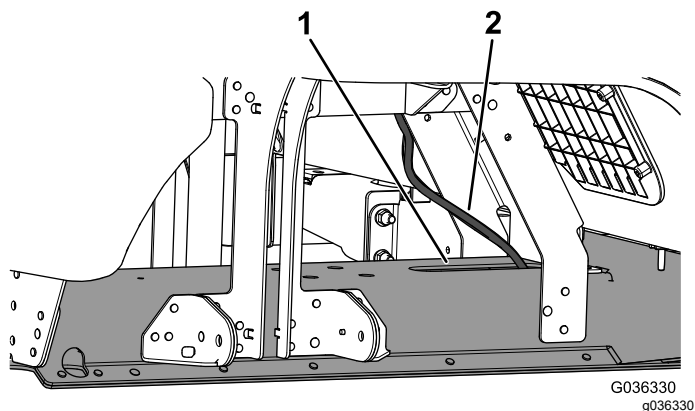

Figura 7
5. Passe a tubagem do kit através da abertura na parte superior do canal do chassis (**Figura 7**).